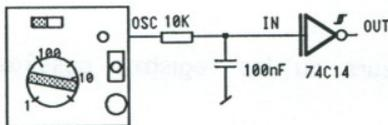

Fig. 7 Montage avec le trigger de Schmitt
Câblez le montage de la figure 7 sur un socle ou sur le logidule pour composants discrets. Réglez l'oscillateur à 100Hz environ.
- 6.3 Transformez le montage de la figure 7 pour réaliser un oscillateur. Indication: supprimez l'oscillateur logidule, déplacez la résistance.